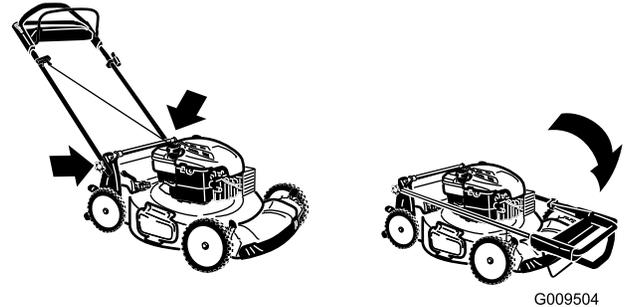

Figura 31
2. Pliegue hacia adelante la sección superior del manillar (ver Figura 31).